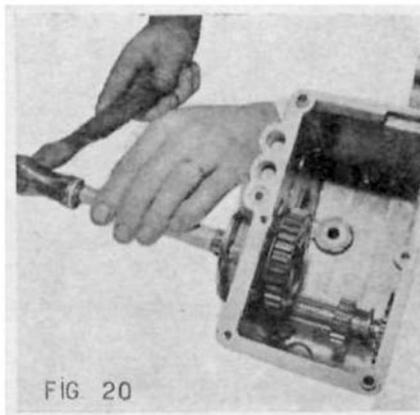

FIG 20
- A ce moment, on peut retirer au jet le pignon à queue 34 (fig. 20).